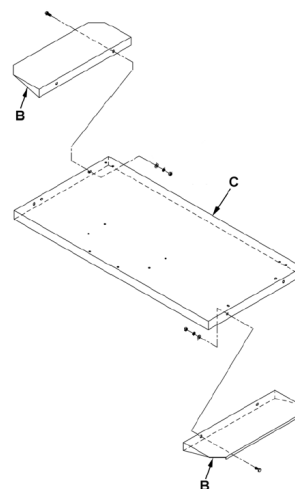

Fig 1
Monter les plaques d'élargissement de part et d'autre de la plaque inférieure (B, Fig 1) avec des vis hexagonales, des rondelles et des écrous (C).